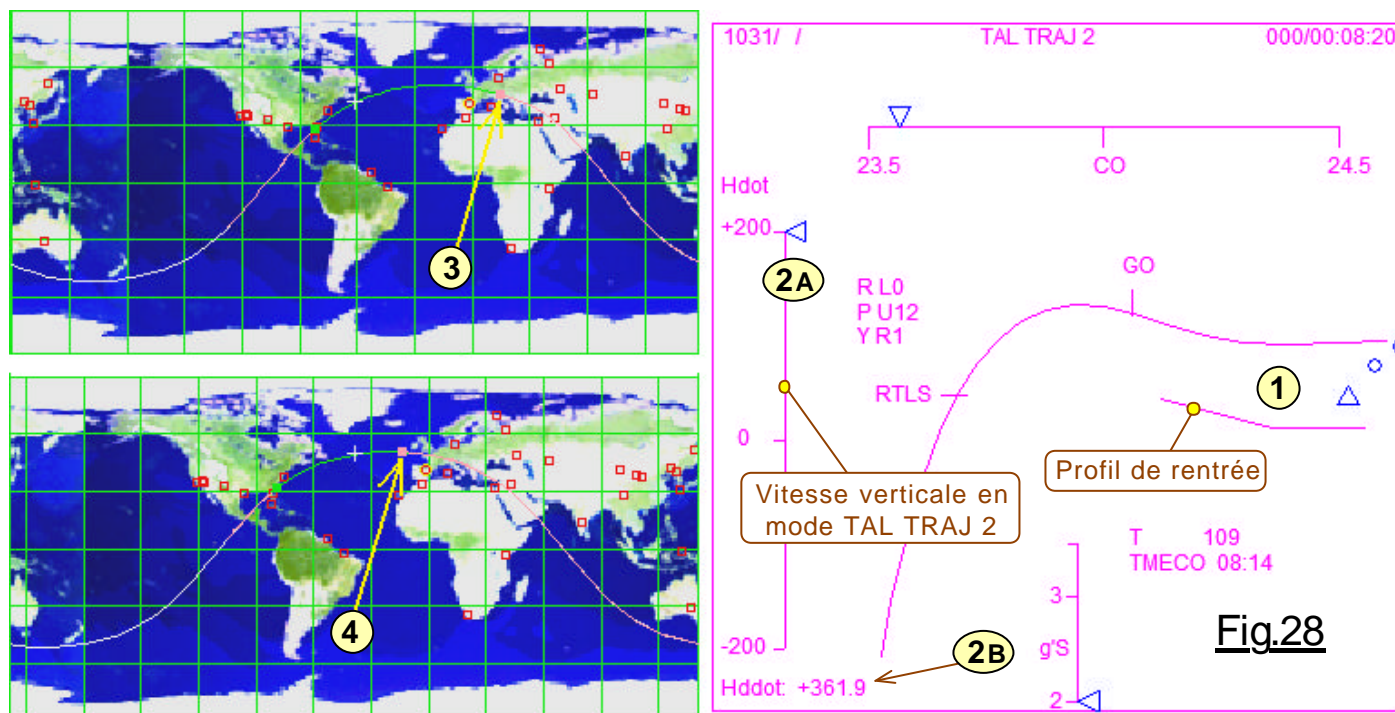

Fig.28
- "[CTRL] + num" pour poussée maximale. Il faut ramener le vaisseau sur le profil 1. (Fig.28)